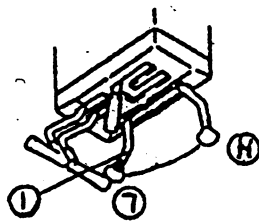

Рис. 2-4.
2.2.1.1. Рычаг управления подачей топлива (1) (рис. 2-4)